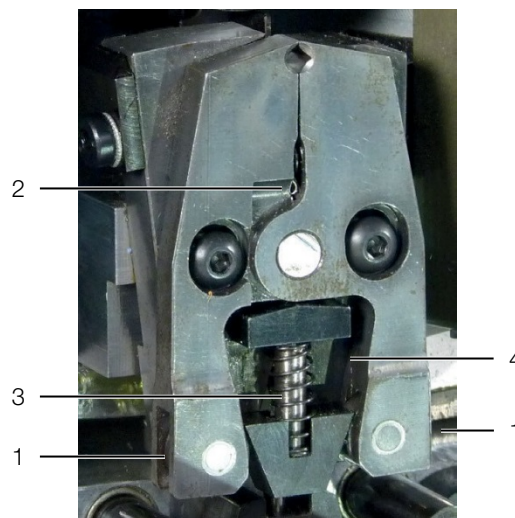

Fig. 21 : outil de sertissage
- vérifier la mobilité des roulettes (fig. 21, pos. 1) de l'outil de sertissage.
- vérifier la mobilité des roulettes (fig. 21, pos. 2) de la pince de maintien de l'embout.
- huiler la broche de guidage (fig. 21, pos. 3) de l'unité de maintien de l'embout.
- huiler les surfaces d'appui latérales (fig. 21, pos. 4) de l'unité de maintien de l'embout.